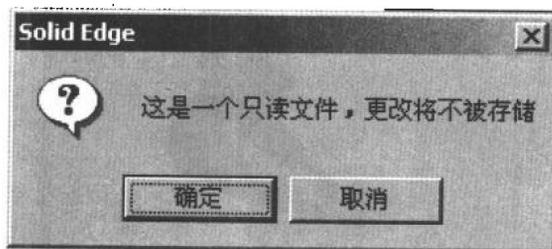

图 1.5
- 用鼠标右键单击该曲轴零件 CRANK_SHAFT.PAR，并选择“Edit”时，Solid Edge 将给出如图 1.5 所示的出错信息；